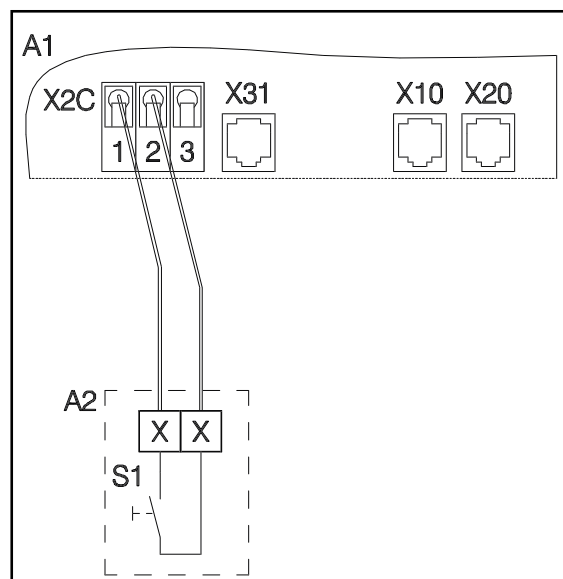

Fig. 9: Anslutning impulstangent
- Anslut impulstangenten via klämman X2C, kontakter 1 och 2 till styrningen (A1) så som visas i Fig. 9.